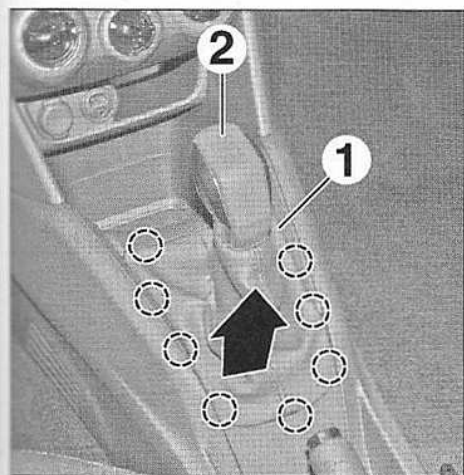

FIG.9
- Dégrafer le soufflet du levier de vitesses (1) (Fig.9).
- Déposer le soufflet (1) avec le pommeau de levier de vitesse (2).